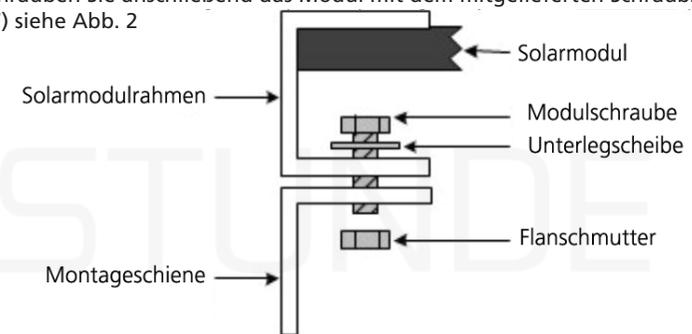

Abb. 2
2. Verschrauben Sie anschließend das Modul mit dem mitgelieferten Schraubzubehör (Nr. 5,6 und 7) siehe Abb. 2